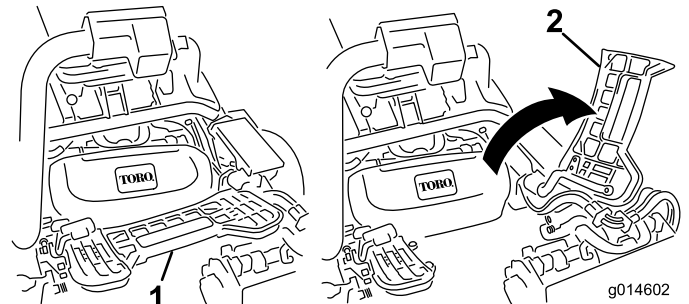

Bild 10
3. Wenn Sie das mittlere Mähwerk installieren, heben Sie es an der Fußplattform an und schwenken es nach oben, damit Sie Zugang zur Stellung des mittleren Mähwerks haben (Bild 10).